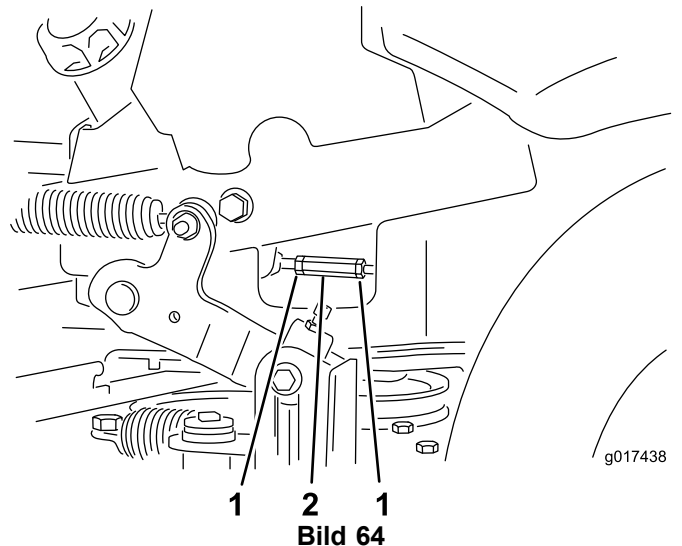

Bild 64
7. Stellen Sie die Fahrtriebshebel in die Neutralstellung. Stellen Sie die Länge der Pumpensteuerstangen ein, indem Sie die zwei Klemmmuttern lösen und die Einstellmutter so weit in die entsprechende Richtung drehen, bis sich das Rad leicht zurückdreht (Bild 64). Stellen Sie die Fahrtriebshebel in die Rückwärtsstellung und üben Sie etwas Druck auf den Hebel aus, damit die Federn die Hebel wieder in die Neutralstellung bringen. Das Rad darf sich nicht mehr drehen, kann sich aber leicht rückwärts drehen.
8. Ziehen Sie die zwei Klemmmuttern gegen die Einstellmutter (Bild 64).